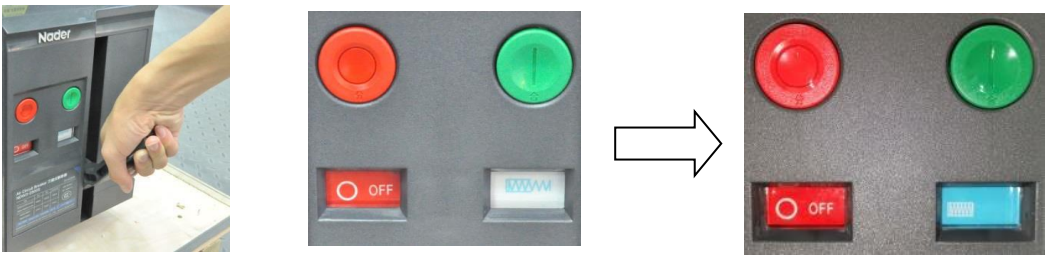

图 5-1
- 使用手动储能装置为断路器操作机构储能。扳动储能手柄，直到听到“咔嚓”的声音，此时储能指示窗口显示由白色转变为蓝色（见图 5-1）。